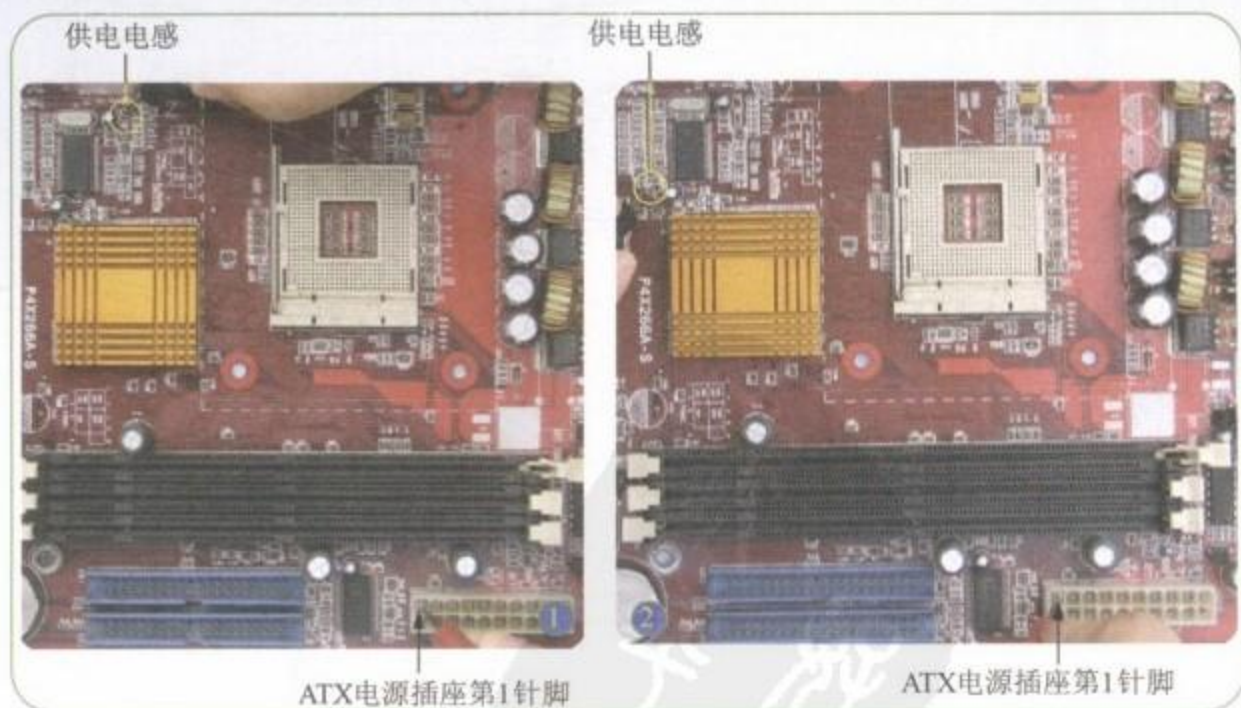

图9-11 测量电源插座到电感的线路
Step 01 将万用表调到“蜂鸣”挡，测量电源插座的3.3V电压到电感的线路，如图9-11所示。